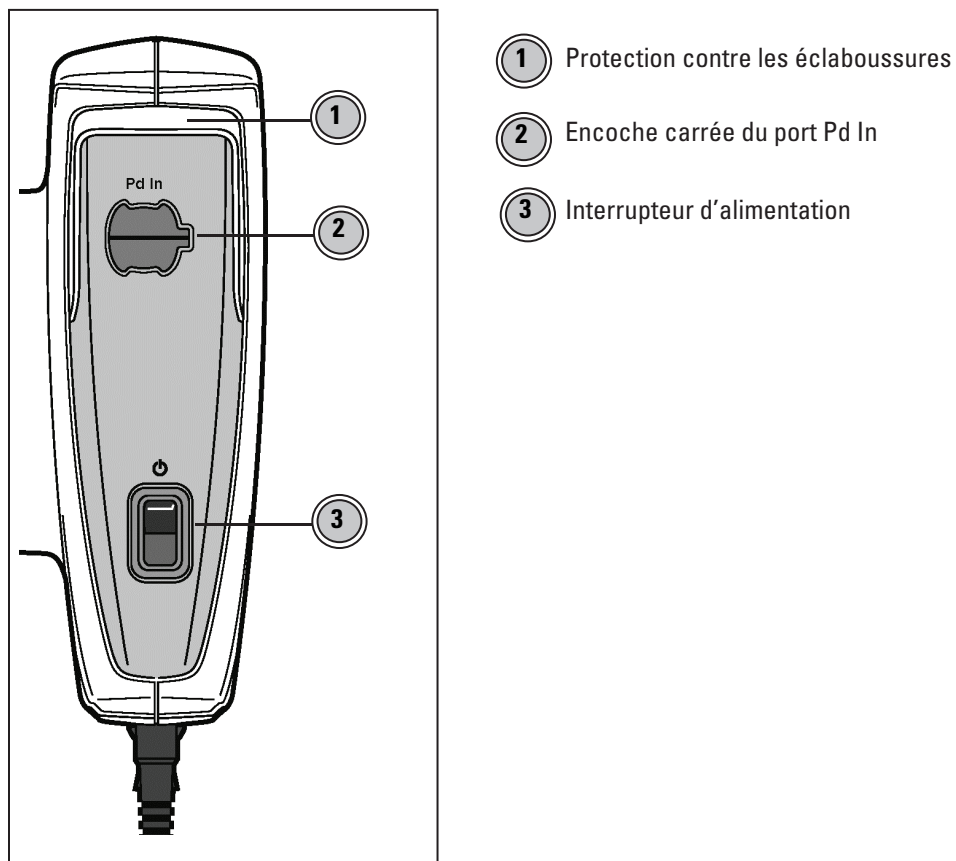

Figure 16. Pd In et interrupteur d'alimentation du FFR Link
1. Repérer le port Pd In du FFR Link, comme montré sur la figure 16.